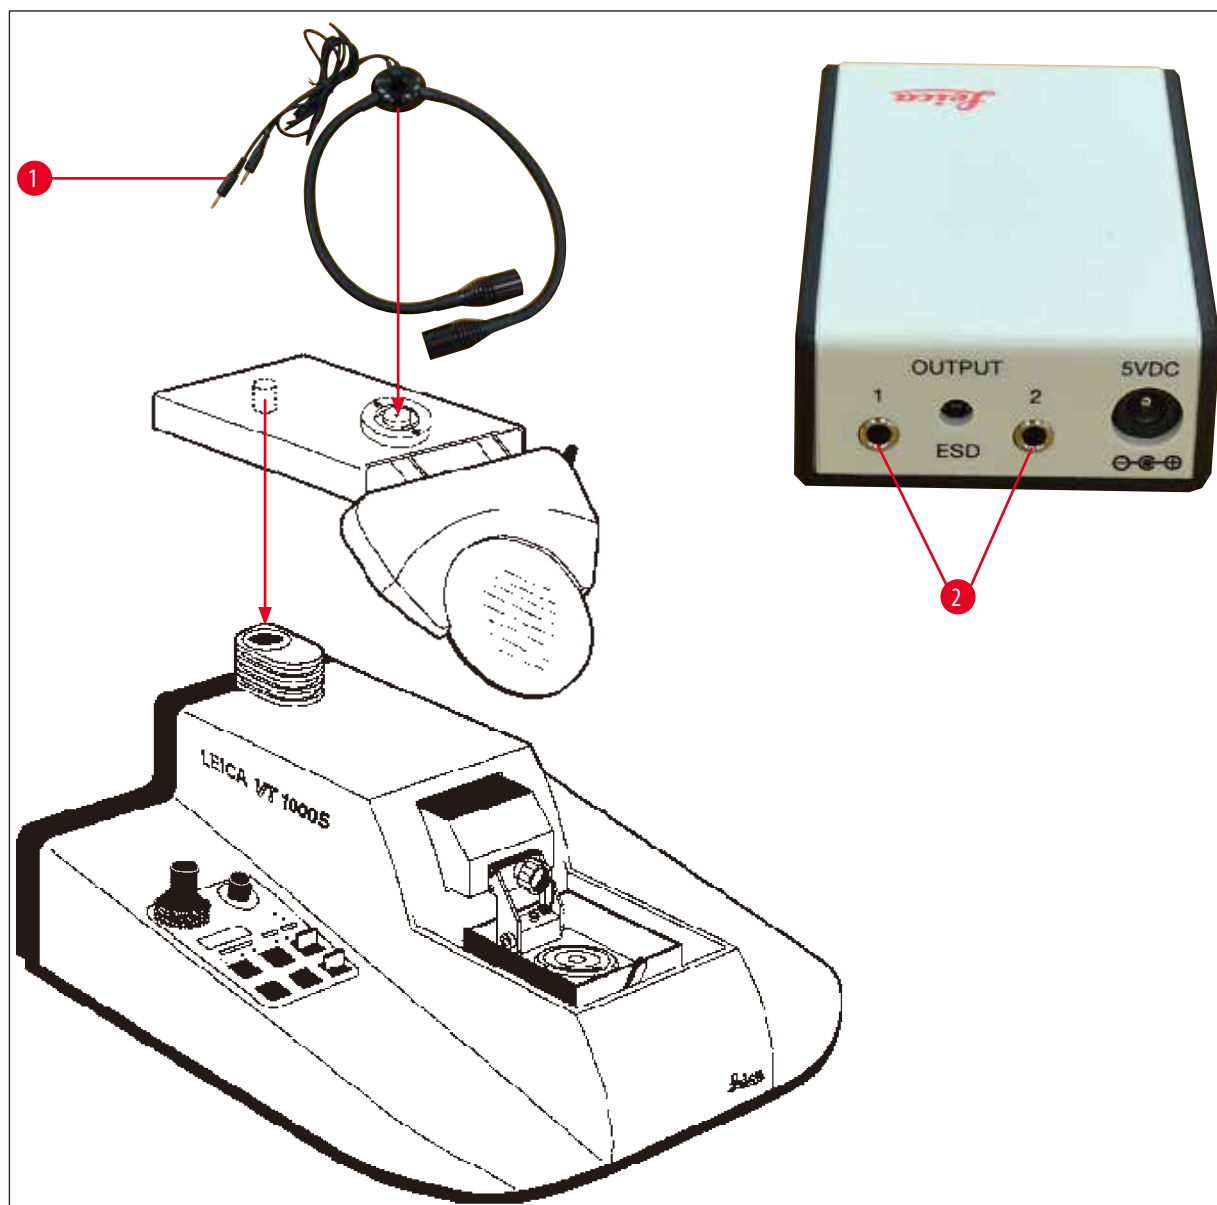

Рис. 9
7. Подсоедините держатель увеличителя с модулем высокомошных светодиодных спотов с 2 ножками, как показано на (→ Рис. 9). Установите заглушку (→ Рис. 9-1) модуля высокомошных светодиодных спотов с 2 ножками в гнездо (→ Рис. 9-2) на модуле высокомошного светодиодного спота 1000.